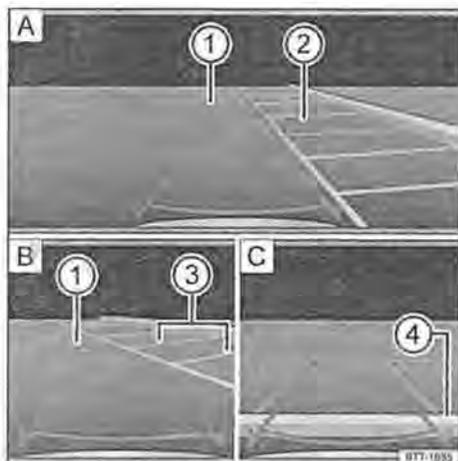

Fig. 83 Sistema infotainment: manovre di parcheggio con la retrocamera
Legenda per → fig. 83:
- Posizionare il veicolo davanti al posto di parcheggio → fig. 83 **A** .
- Procedere lentamente in retromarcia e sterzare, in modo tale che le linee laterali verdi conducano all'interno dello spazio disponibile per il parcheggio. Le linee verdi devono coincidere con quelle laterali di demarcazione dello spazio di parcheggio → fig. 83 **B** .
- Quando la linea orizzontale rossa raggiunge il limite posteriore → fig. 83 **C** , si deve fermare il veicolo.